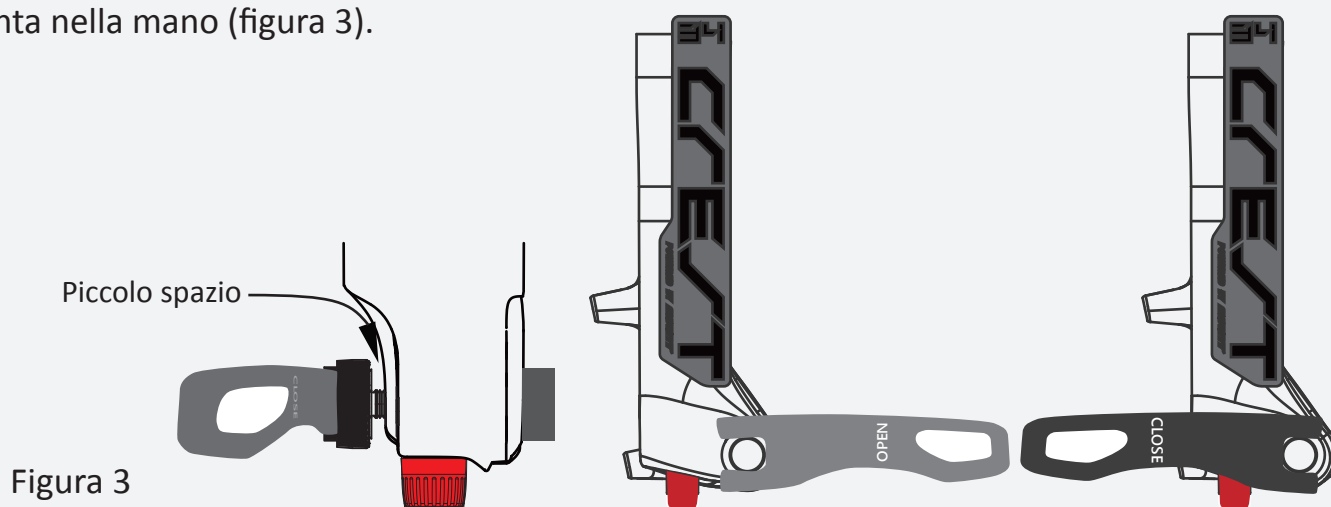

Figura 3
3. Stringere il perno passante in senso orario finché non vi è un piccolo spazio tra la testa della leva e il forcellino in modo che sia in posizione orizzontale rivolta in avanti. La leva deve chiudersi in modo uniforme e saldo. Non si deve forzare la chiusura. La tensione è sufficiente se la leva lascia una leggera impronta nella mano (figura 3).